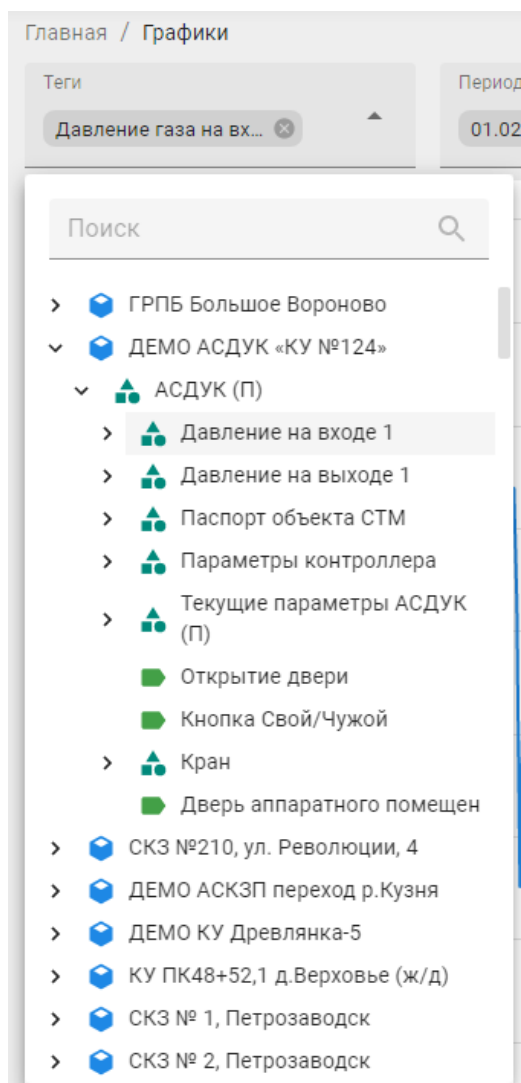

Рисунок 33 — Выбор параметра для отображения на графике
1. Поле «Теги» - позволяет выбрать, какие параметры каких объектов должны отображаться на графиках (рисунок 33);